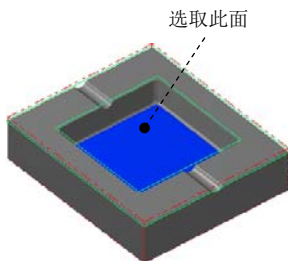

图 11.25 选取干涉面
(2) 单击 **检测** 区域中的 按钮，选取图 11.25 所示的面为干涉面，然后按 Enter 键。